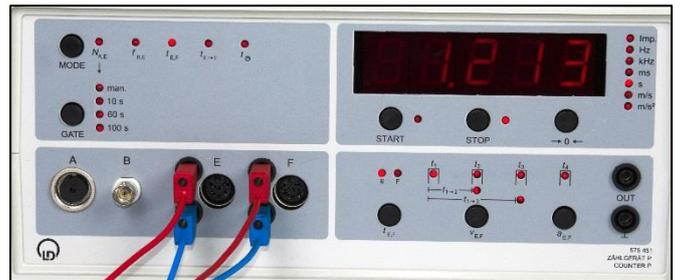
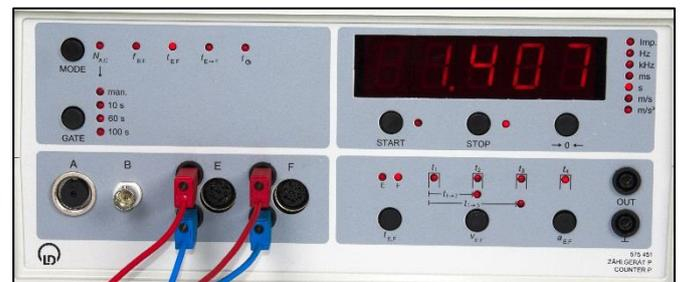

Fig. 9: Auslesen des ersten Speichers, Wert für Eingang E.
Fig. 10: Auslesen des vierten Speichers, Wert für Eingang F.
- Dieses Gerät verfügt über vier Speicherplätze für Messwerte. Nach der Messung können diese durch den Knopf „ $t_{E,F}$ “ im Feld unter rechts durchgesehen werden. Dabei leuchten belegte Speicherplätze matt, der Speicherplatz desjenigen Werts, der gerade angezeigt wird, leuchtet heller als die übrigen Dioden (siehe Fig. 9 und Fig. 10).